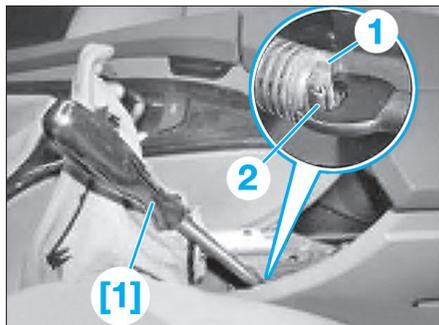

Fig. 22
- Pour verrouiller l'unité de rattrapage de jeu, repousser la butée (1) du ressort de rattrapage à l'aide de l'outil [1], de façon à ce que le crochet de retenue (2) s'emboîte dans la butée (1) (Fig.22).